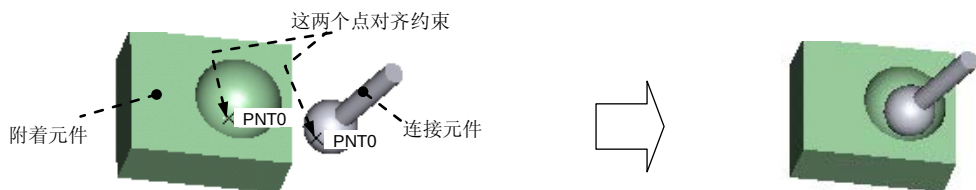
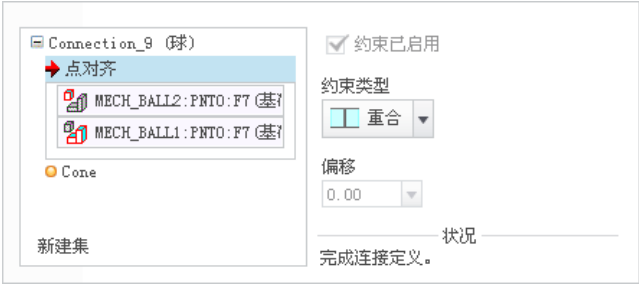

图 9.2.16 球 (Ball) 接头
图 9.2.18 “点对齐”约束参考
球接头如图 9.2.16 所示，在这种类型的接头中，连接元件在约束点上可以沿任何方向相对于附着元件旋转。球接头只能是一个点对齐约束。球接头提供三个旋转自由度，没有平移自由度。
- ② 单击操控板菜单中的 **放置** 选项卡。
- ③ 定义“点对齐”约束。分别选取图 9.2.16 中的两个点。**点对齐** 约束的参考如图 9.2.18 所示。